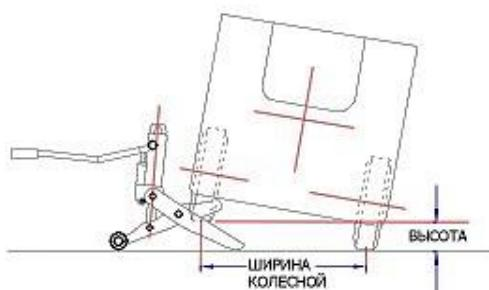

Рисунок 6.
- Будьте предельно внимательны при подъёме узких погрузчиков (ширина менее 1016 мм). Проверяйте, чтобы высота между полом и поднятым колесом не превышала  $\frac{1}{4}$  ширины колёсной базы погрузчика. Ширина колесной базы измеряется от центральной линии до центра ширины профиля колес (см. рисунок 6). Если Вы превысите это расстояние, велика вероятность опрокидывания погрузчика.